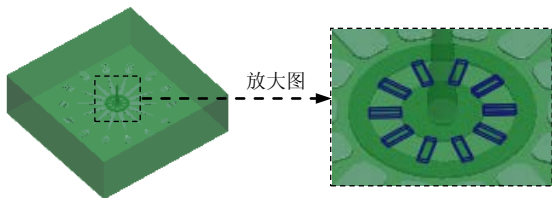
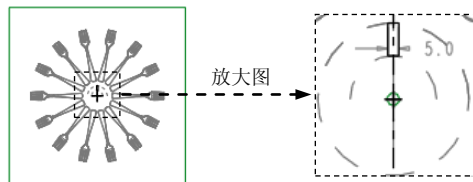

图 23.11 分流道
图 23.12 截面草图
Step3. 创建图 23.11 所示的分流道。
(1) 单击 **模型** 功能选项卡 **切口和曲面** 区域中的 按钮, 在操控板中, 确认“实体”按钮 被按下。
① 定义草绘截面的放置属性。在绘图区域右击, 从系统弹出的菜单中选择 **定义内部草绘...** 命令; 然后选择 MAIN_PARTING_PLN 基准平面作为草绘平面, 草绘平面的参考平面为 MAIN_RIGHT 基准平面, 方位为 **右**, 单击 **草绘** 按钮, 进入截面草绘环境。
② 绘制截面草图。绘制图 23.12 所示的截面草图; 完成特征截面的绘制后, 单击“草绘”操控板中的“确定”按钮 。
(2) 在操控板中选取深度类型为 (即“定值”拉伸), 输入深度值 2.0。
(3) 在“拉伸”操控板中单击 按钮, 完成特征的创建。